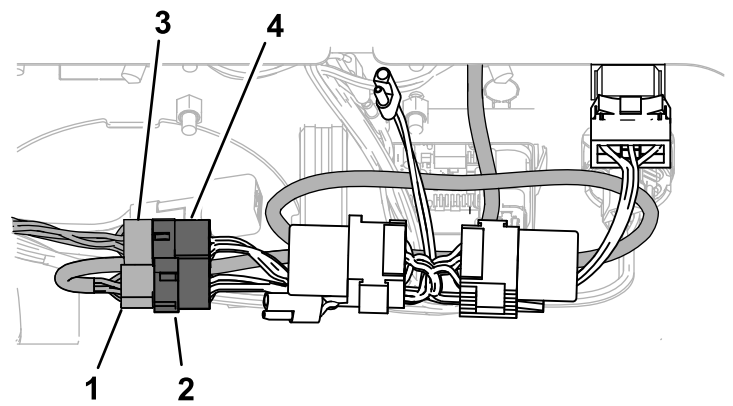

**Figure 4**
4. Branchez le connecteur de l'interrupteur (P06) situé au bout du faisceau de câblage à l'interrupteur (Figure 4).
5. Installez les 2 relais sur les connecteurs de relais (P04 et P05), comme montré à la Figure 4.